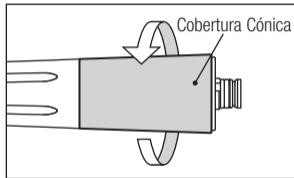

Fig. 14
- 1) Desaperte e remova a cobertura cónica na parte posterior da turbina. (X450L/X450) (Fig. 14)